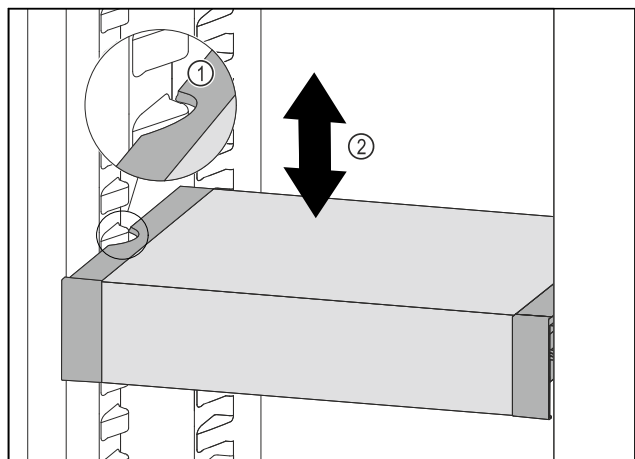

Fig. 98
- ▶ VarioSafe naar voren trekken tot de uitsparingen aan de zijkant van de VarioSafe zich ter hoogte van de rib in het koelgedeelte bevinden. Fig. 98 (1)
- ▶ VarioSafe in het koelgedeelte omhoog of omlaag bewegen tot de gewenste hoogte is bereikt. Fig. 98 (2)